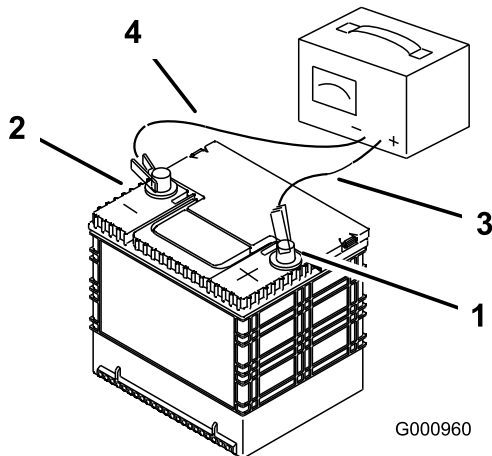

Figure 52
2. Quand la batterie est chargée au maximum, débranchez le chargeur de la prise, puis débranchez les fils du chargeur des bornes de la batterie (Figure 52).